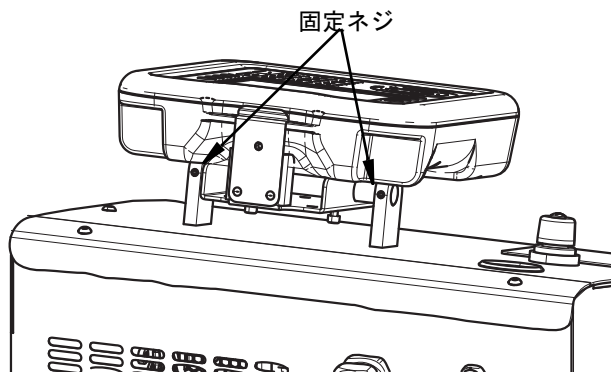

図 12
- 2.5 mm 六角レンチを使用して ADM 取り付けブラケットの固定ネジを緩めてください。図 12 を参照してください。